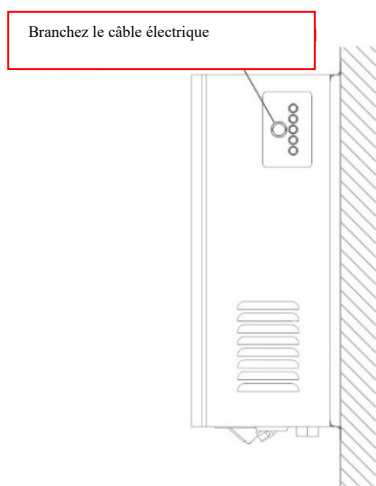

Figure 8. Emplacement du panneau de sortie du câble
B) Connectez le câble réseau (Figure 8)